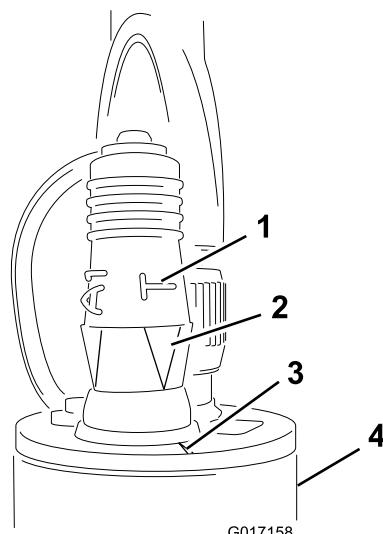

図 14
5. センサーにプログラミングプラグを取り付ける(図 14)。
重要 側面の“T”の下にある矢印が、センサーの上面の縁についているノッチと整列していることを確認してください(図 14)。